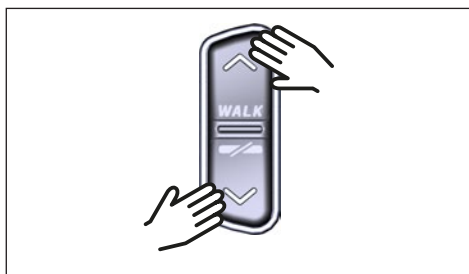

Fig. 6: Sélection du niveau d'assistance sur la Remote
- En appuyant **brèvement** sur le bouton de commande HAUT de la Remote (voir Fig. 6), vous augmentez le niveau d'assistance.
- En appuyant **brèvement** sur le bouton de commande BAS de la Remote (voir Fig. 6), vous diminuez le niveau d'assistance.
- En appuyant **longuement** (>3 s) sur le bouton de commande BAS de la Remote (voir Fig. 6), vous désactivez l'assistance du système d'entraînement.